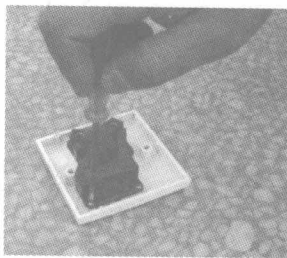

图 1-7 小螺钉旋具的使用
2) 小螺钉旋具的使用。小螺钉旋具一般用来紧固电气装置接线桩头上的小螺钉,使用时,可用手指顶住木柄的末端捻转,如图 1-7 所示。